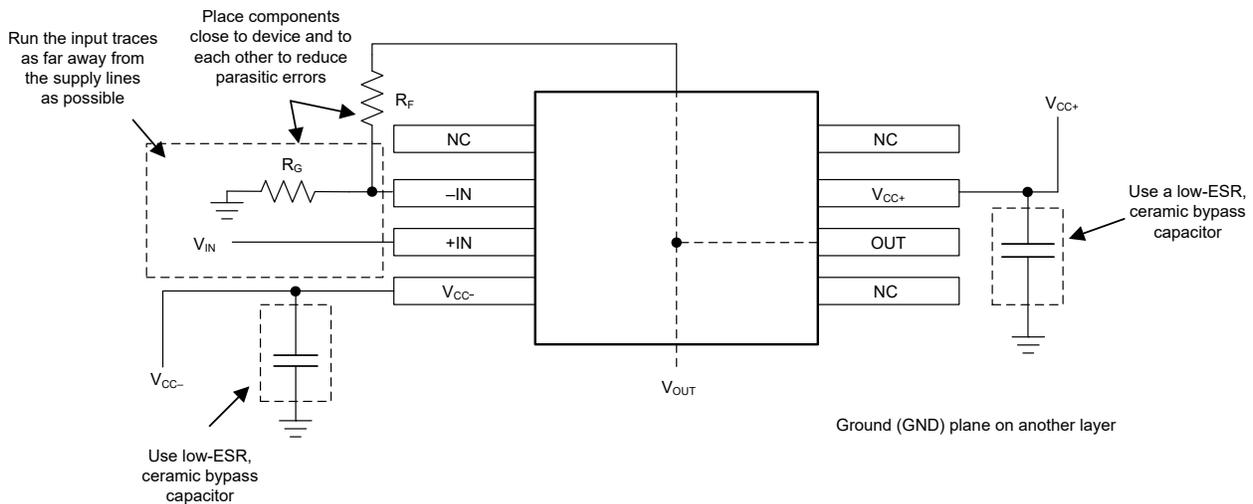

図 7-4. 非反転構成のオペアンプ基板のレイアウト
4. 外付け部品は、可能な限りデバイスに近く配置します。図 7-4 は、寄生容量を最小限に抑えるため、 R_F と R_G は反転入力に近くに配置する方法を示します。